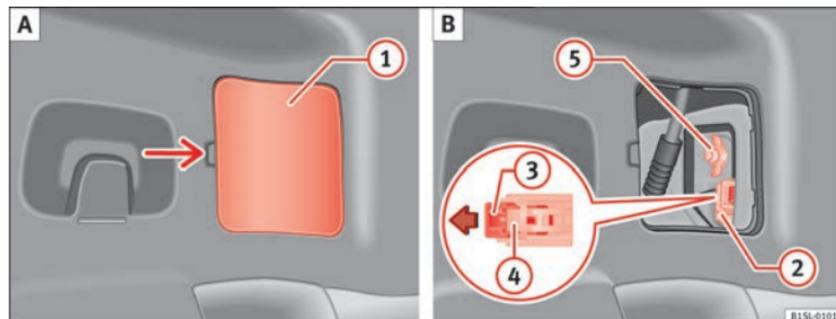

Fig. 155 En el lateral del maletero: A: Desmonte la cubierta, B: Desmontaje de los grupos ópticos traseros.
3. Retire la cubierta ① con cuidado haciendo palanca ⇒ fig. 155 A.
- Tire del bloqueo ③ en el conector ② en la dirección de la flecha ⇒ fig. 155 B. Ayúdese para ello del destornillador de las herramientas de a bordo.
5. Presione el encastre ④ y extraiga el conector ② ⇒ fig. 155 B.
6. Desenrosque la tuerca de mariposa ⑤ ⇒ fig. 155 B.
13. Sujete con una mano la luz trasera en la posición de montaje y enrosque fijamente la tuerca de mariposa con la otra mano ⑤ ⇒ fig. 155 B.
15. Inserte el conector ② en el portalámparas y presione el bloqueo ③ en el conector en la dirección contraria a la flecha ⇒ fig. 155 B.